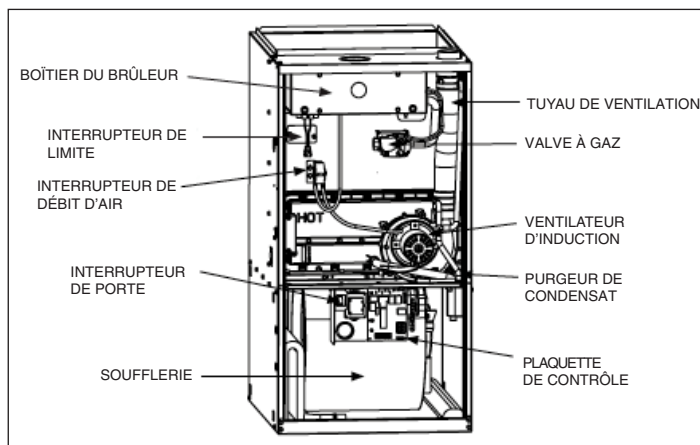

FIGURE 2 : Emplacement des composantes - Modèles 90%
- Vérifiez que les flammes du brûleur sont bien réglées, en vous référant à l'illustration de la figure 2.